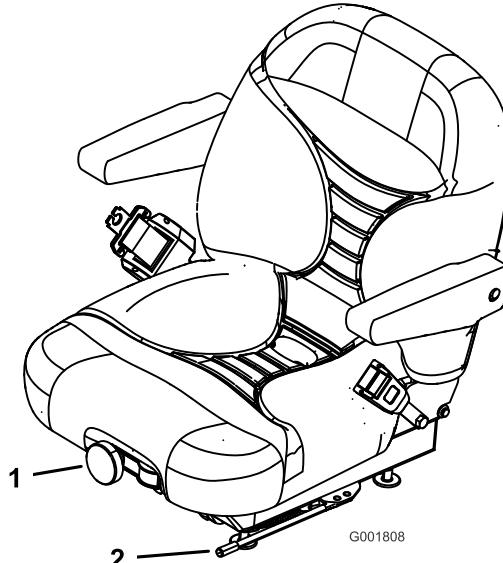

Figura 27
1. Mueva la palanca lateralmente para desbloquear el asiento (Figura 27).
Para ajustarlo, gire el pomo situado en la parte delantera en cualquier sentido hasta encontrar la posición más cómoda (Figura 27).